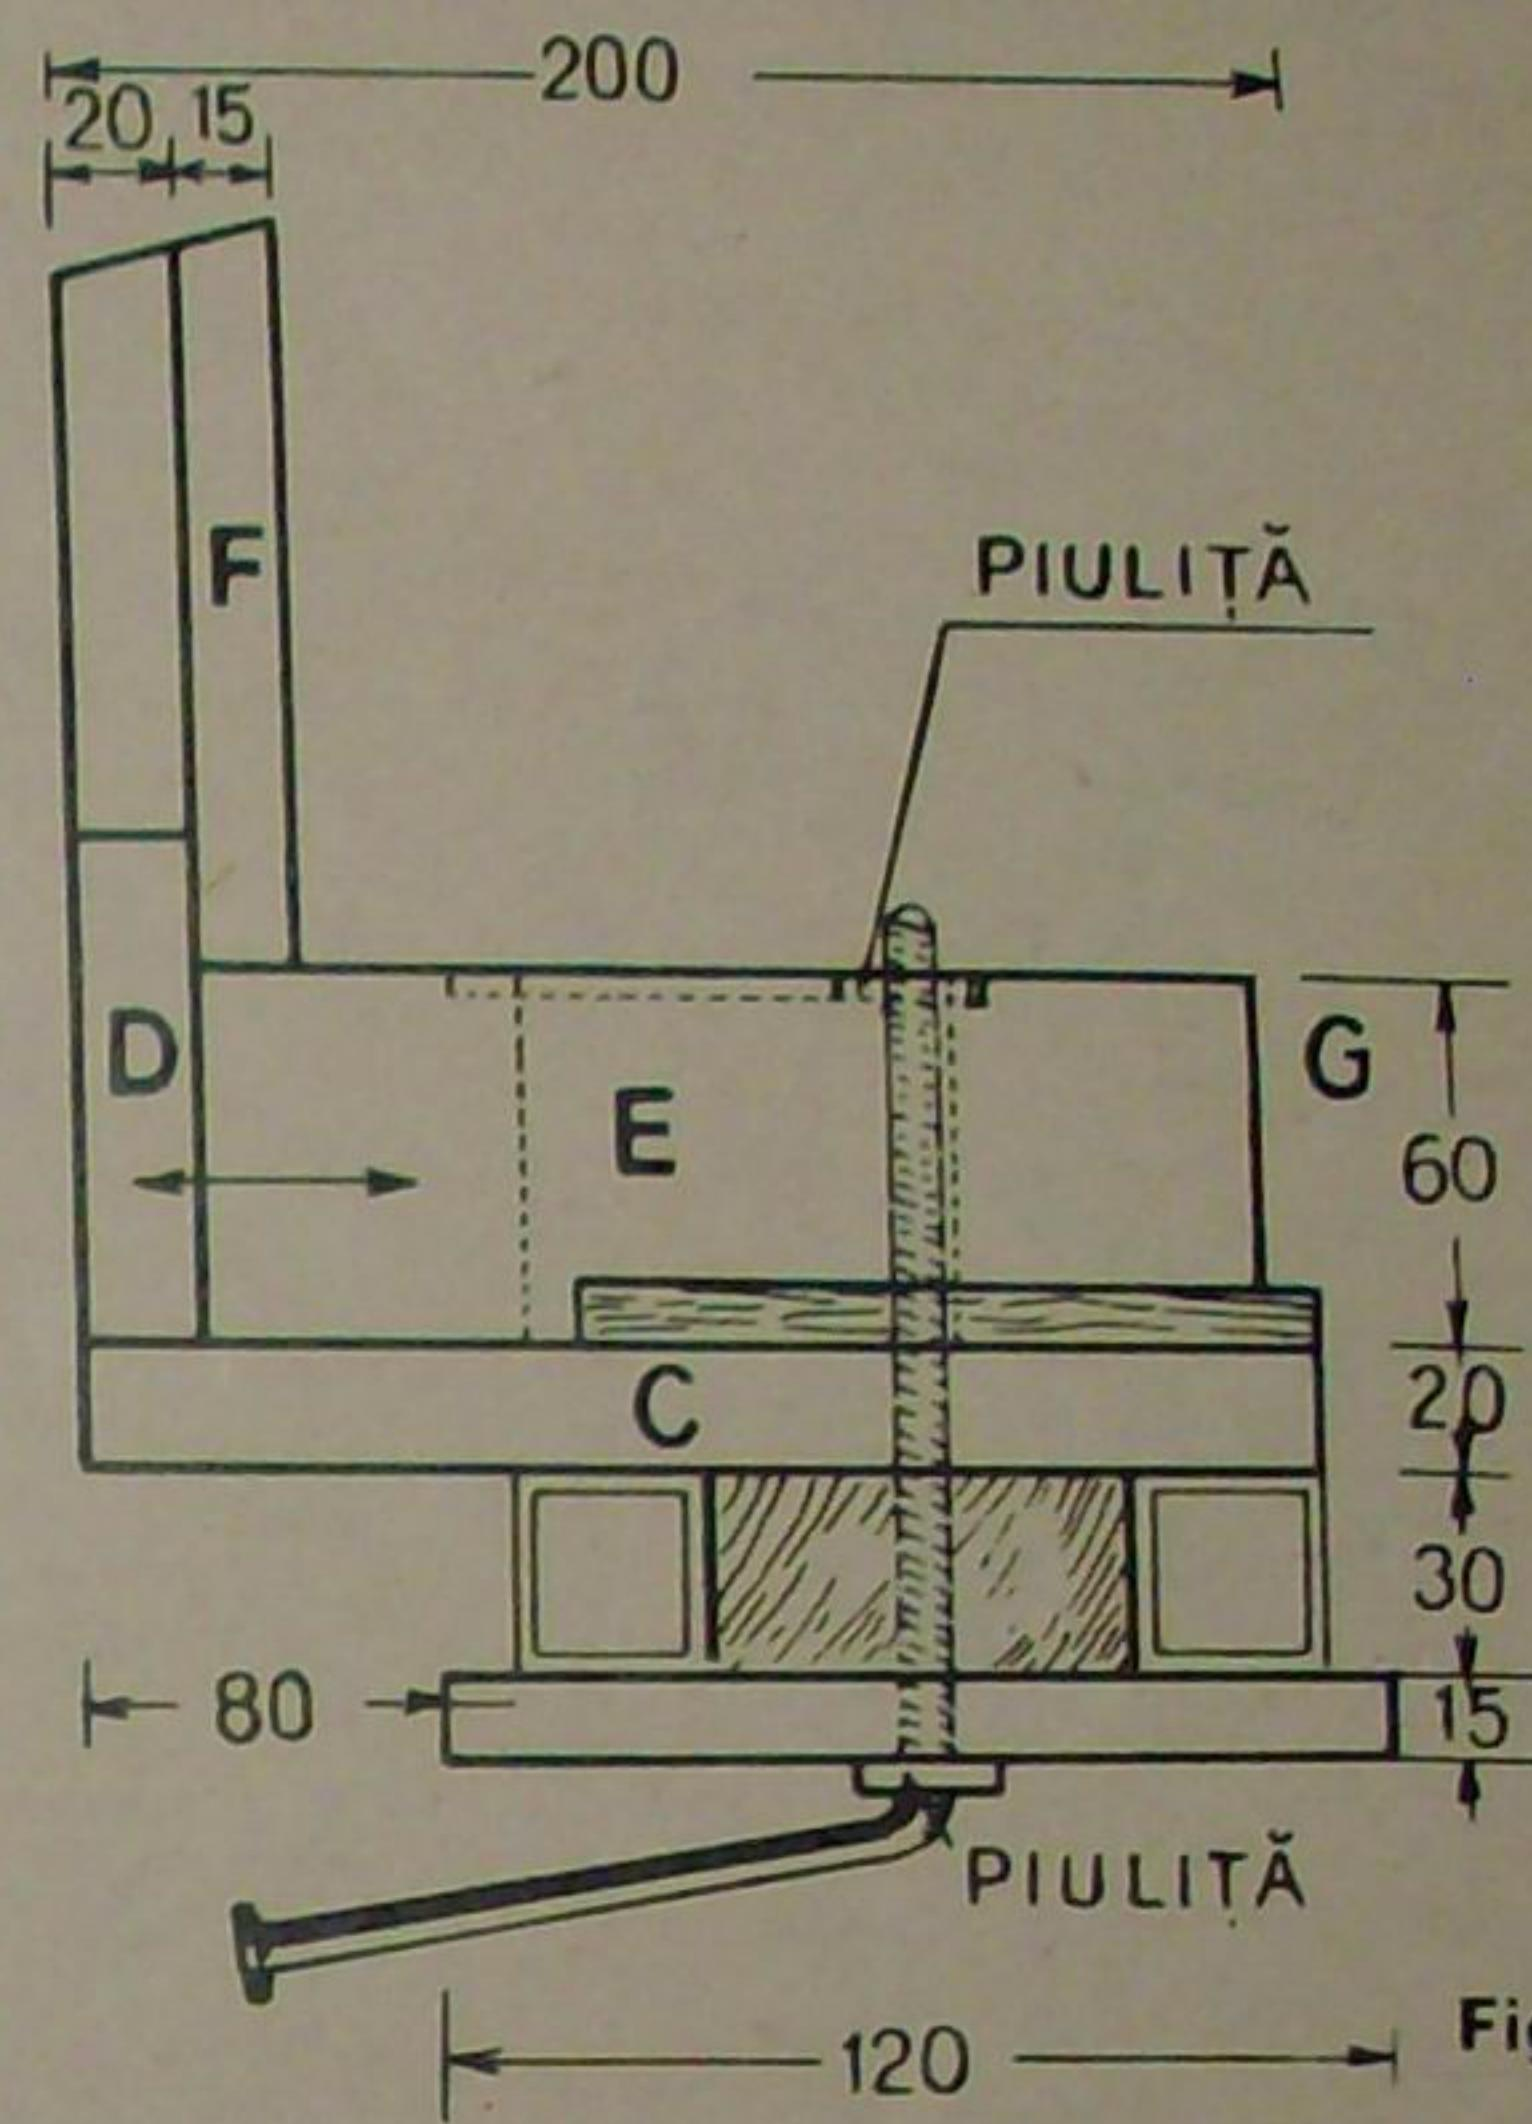

Fig. 5
**Suportul sculelor** servește drept sprijin pentru dălti. El trebuie să se deplaseze atît longitudinal cît și transversal, pentru a se apropia sau depărta de piesa ce se prelucra. Sistemul de deplasare este bazat pe ghidaje, între care se mișcă un «cărucior», format dintr-un număr de piese ale căror dimensiuni sunt prezentate în fig. 5. Iată pielele: A — baza portuneltei ( $130 \times 60$  mm) se tăie din placaj gros de 15 mm; în centru are un orificiu prin care trece bulonul de stringere; B — piesă distanțieră din fag ( $60 \times 60 \times 30$  mm) plasată între barele metalice de ghidaj; C — piesă fixă de  $200 \times 60$  mm, din placaj de 20 mm grosime; D — montant vertical din placaj de 20 mm, lat la capete de 60 mm, iar la mijloc de 40 mm; înălțimea sa depinde de nivelul axului imaginari al piesei ce se strungește: este fixat de piesa E cu adeziv și cu un șurub de lemn; E — suport din fag cu dimensiunile  $170 \times 60 \times 40$  mm; F — suport de formă trapezoidală, cu baza mare de 160 mm; se tăie din placaj de 15 mm (are aceeași înălțime cît parteau liberă a montantului D).